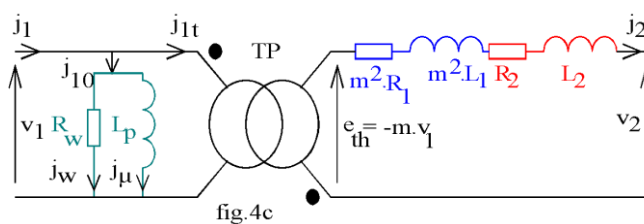

Figure 3 : schéma équivalent d'un transformateur monophasé.
- le schéma d'équivalence (exemple figure 3) : c'est un schéma explicatif particulier nécessaire à l'analyse et au calcul des caractéristiques d'un élément de circuit ou d'un circuit.